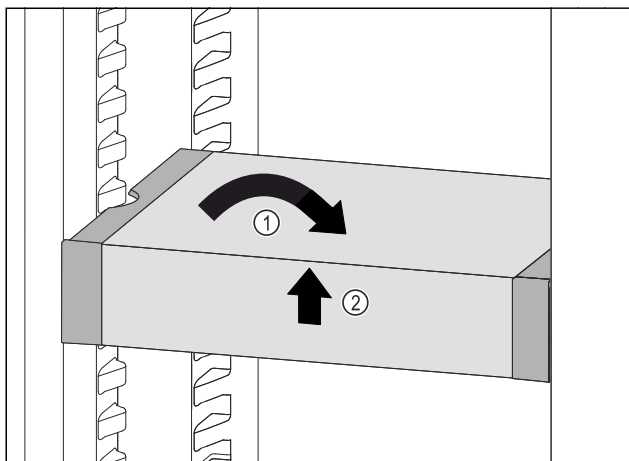

Fig. 57
- ▶ Изправете VarioSafe. Fig. 57 (1)
- ▶ Повдигнете VarioSafe отпред. Fig. 57 (2)